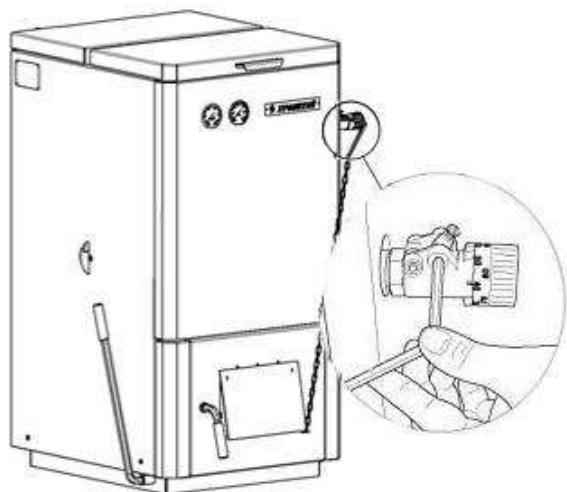

Рис. 15 Регулировка натяжения цепи
- Отрегулировать натяжение цепи положением рычага (или укоротить цепь) так, чтобы воздушная заслонка при температуре котловой воды 85°C была закрыта до минимального расстояния, и цепь оставалась немного свободной (см. Рис.15).